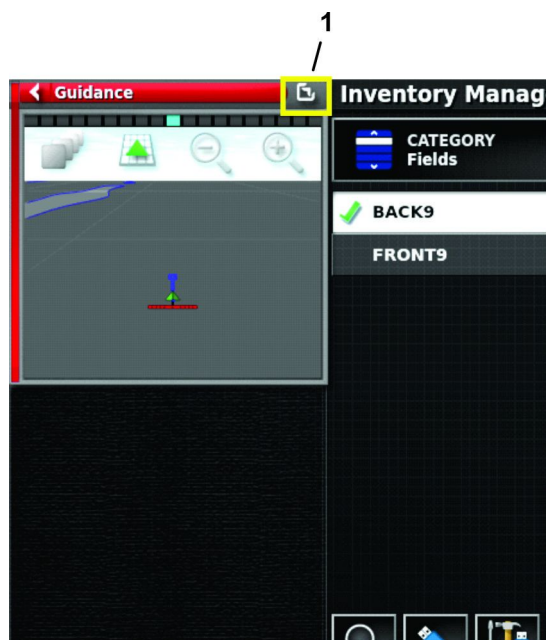

Figura 71
5. Pulse el icono RESTAURAR PANTALLA COMPLETA (Figura 71).